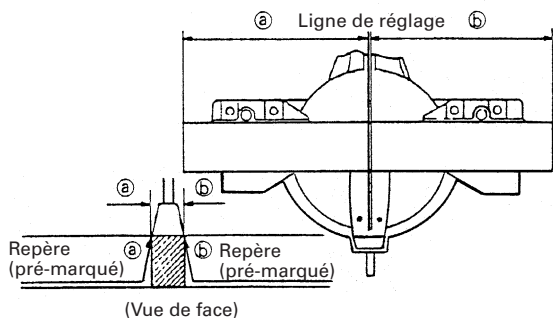

Fig. 26
- (1) Comme indiqué à la Fig. 26, la largeur de la lame est la largeur de coupe. En conséquence, glisser la pièce vers la droite (vue de la position de l'opérateur) pour obtenir la longueur b, et sur la gauche pour obtenir la longueur a. Si le marqueur laser est utilisé, aligner la ligne laser sur le côté gauche de la lame de scie, puis aligner la ligne tracée à l'encre sur la ligne laser.
- (2) Quand la lame a atteint sa vitesse maximale, abaisser doucement la poignée jusqu'à ce que la lame approche de la pièce.
- (3) Quand la lame touche la pièce, appuyer progressivement sur la poignée pour couper la pièce.
- (4) Quand la pièce est coupée à la longueur voulue, mettre l'outil électrique hors tension et attendre que la lame soit complètement arrêtée avant de relever la poignée en position complètement rentrée.